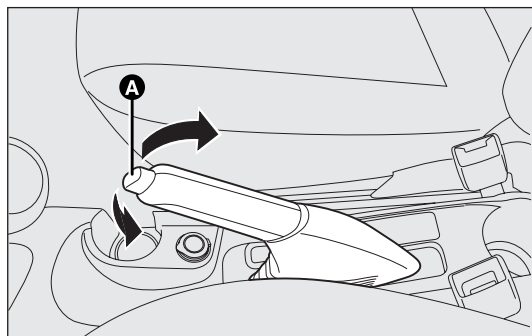

fig. 126
- soulever légèrement le levier et appuyer sur le bouton de déblocage A-fig. 126 ;
- maintenir le bouton A enfoncé et baisser le levier. Le témoin (2) sur le combiné de bord s'éteint.